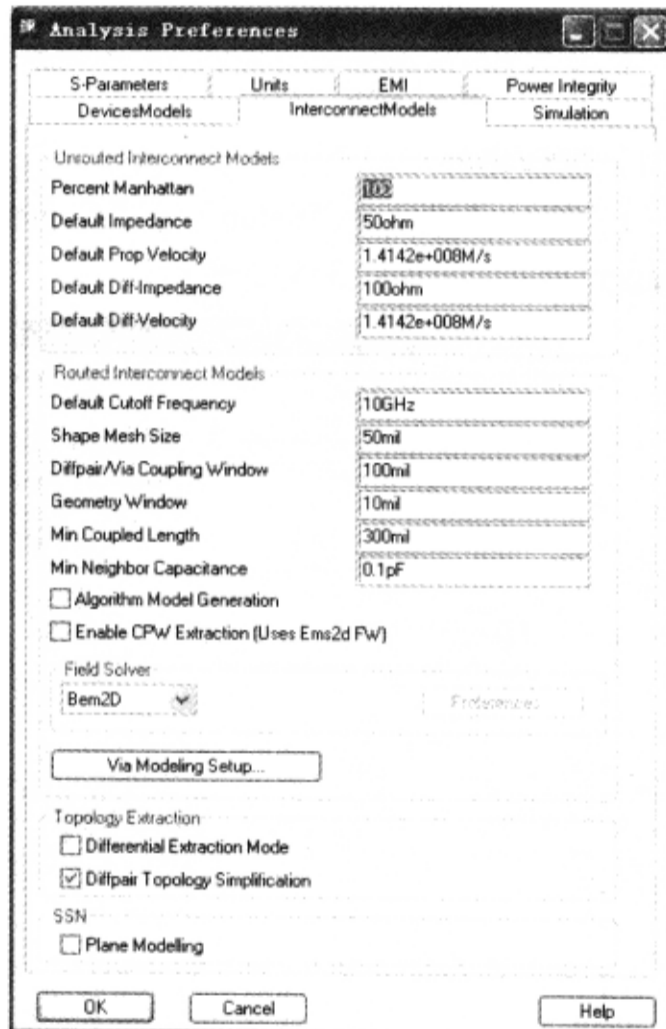

图 3-8-2 设置互连参数
(3) 单击“InterconnectModels”标签页，设置互连参数，如图 3-8-2 所示。